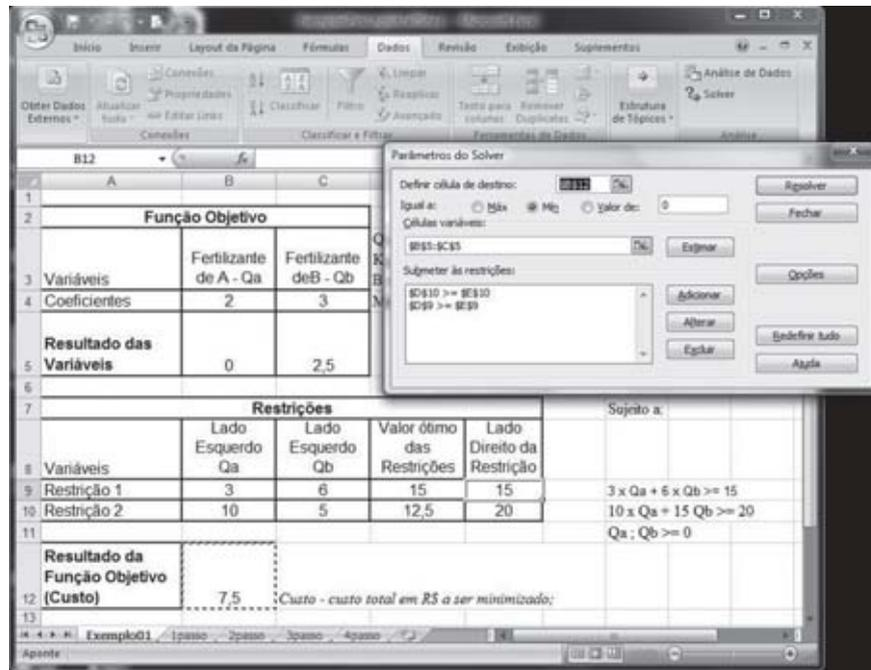
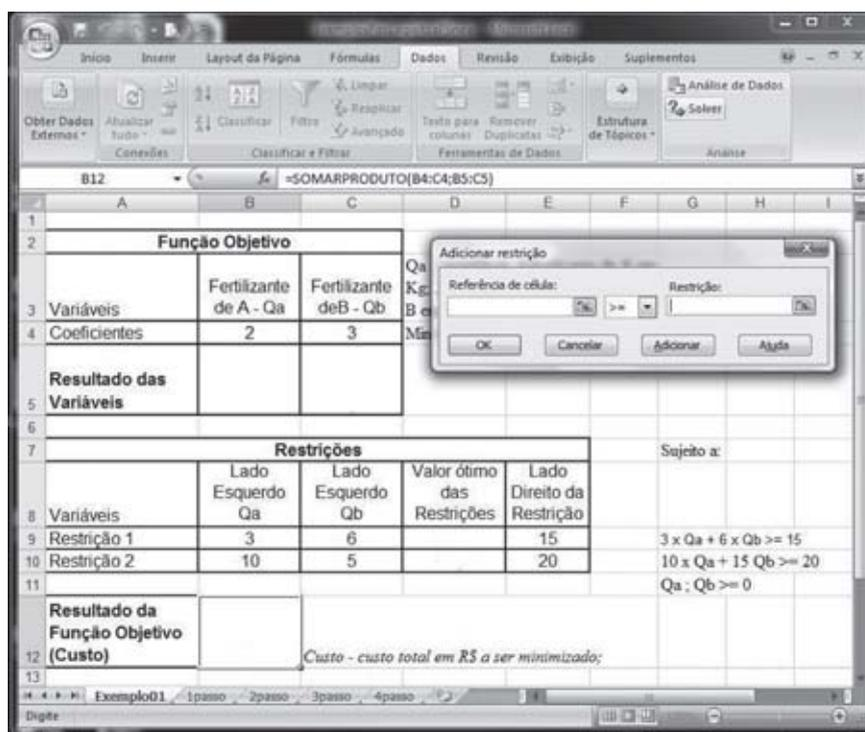
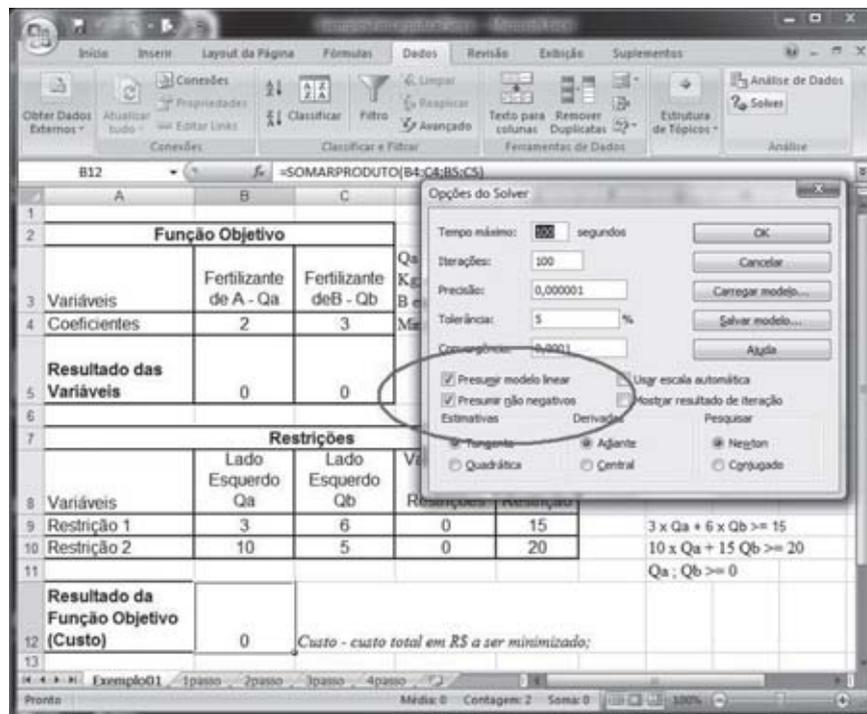
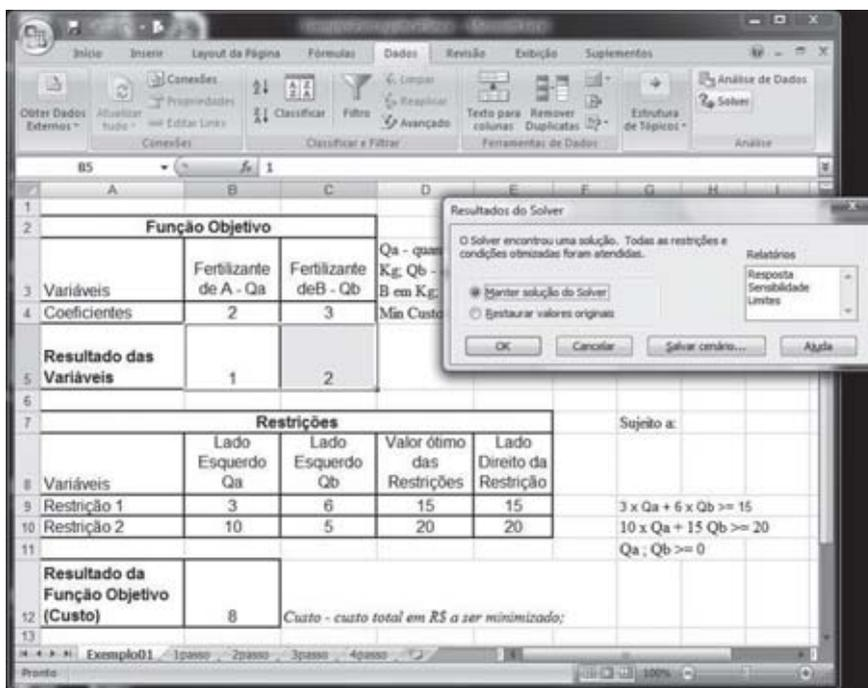

Figura 17: Quinto passo - Entrada dos parâmetros do Solver
Figura 18: Sexto passo – Entrada das restrições no Solver
Figura 19: Entrada das opções para solução do problema pelo Solver
Figura 20: Sétimo passo – Rodar o Solver para encontrar a solução do Modelo de Programação Linear
Quinto passo: você deve dar entrada nos parâmetros do Solver, conforme Figura 17. Se você estiver usando o Excel do Windows XP, vai encontrar o Solver no item de menu **Ferramentas**. No caso do Excel do Windows Vista, você vai encontrar o Solver no menu **Dados**, normalmente no canto esquerdo da tela. Para não ficar colocando uma figura a cada entrada de parâmetros do Solver, decidimos colocar somente a Figura 17 e depois, com base nela, apresentamos os parâmetros que você deve ir digitando no Excel. Na tela do Solver, à sua direita, na parte superior, você verá os seguintes parâmetros:
- ▶ **Submeter às restrições:** é o local onde você vai informar as restrições do problema. Para essa situação, você verá na Figura 17 como entrar com as restrições.
Para a entrada das restrições no Solver, você deve clicar o botão **Adicionar** e então aparecerá a tela que pode ser vista na Figura 18, na qual você verá a tela de **Adicionar Restrição**. Nessa tela, você vai digitar no espaço do lado esquerdo, **Referência de célula**, o valor \$D\$9, que é o espaço que você deixou para o Solver calcular o valor ótimo das restrições. Logo à direita do espaço da **Referência de célula** temos o sinal, que no exemplo da primeira restrição é “>=”. Depois, mais à direita, temos a **Restrição** que representa o valor do lado direito da restrição. No exemplo, a primeira restrição tem o valor da célula \$E\$9. Para o exemplo que você está construindo existem duas restrições, assim você deve clicar no botão **Adicionar** e entrar com \$D\$10, >= e \$E\$10 e depois clique no botão **Ok**. Você então retornará para a tela da Figura 17.
Depois disso, você deve clicar no botão **Opções**, conforme a tela da Figura 17, e aí aparecerá a tela da Figura 19. Na tela **Opções do Solver** da Figura 19, você deve se certificar de que os campos **Presumir modelo linear** e **Presumir não negativos** estejam marcados com . Para este curso, não é necessário que
Sétimo passo: você deve encontrar a solução do problema. Neste momento, você já entrou no Excel com todos os dados necessários para que ele possa executar seu modelo de dados. Agora, você deve clicar no botão **Resolver** na tela da Figura 19 para aparecer outra tela, que pode ser vista na Figura 20. Como você pode reparar na Figura 20, o Solver já calculou a resposta, ou seja, as células B5 e C5 já foram preenchidas com os valores ótimos para a quantidade de fertilizante do fornecedor A e do fornecedor B, respectivamente. Além disso, ele também preencheu o valor da Função Objetivo, célula B12, que representa o custo mínimo alcançado. Mantenha a opção **Manter solução do Solver** e clique no botão **Ok**, se quiser, imprima sua planilha com o resultado do modelo.
3. **Submeter às restrições:** você deve clicar no botão **Adicionar** e entrar na tela, semelhante à da Figura 18.
Esses são os dados que devem entrar nas restrições. Após tê-los digitado, não se esqueça de clicar no botão **Opções** e se certificar de que os campos **Presumir modelo linear** e **Presumir não negativos** estejam marcados com \surd , conforme você fez a partir da Figura 19, do Exemplo 1. Pronto! Mais um modelo conhecido. Se você fez tudo certo, deve chegar à tela de resultados conforme a Figura 22.